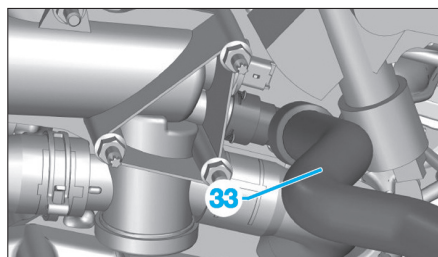

Fig. 75
- Dégraffer la durit (33) (**Fig.75**) du boîtier de sortie d'eau.